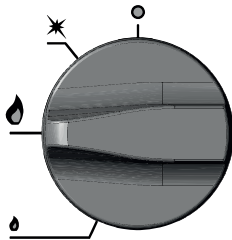
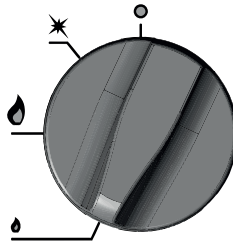

Bild 10. Einstellung des Drehknopfes bei der der Brenner mit voller Leistung funktioniert.
Bild 11. Einstellung des Drehknopfes bei der der Brenner mit minimaler Leistung funktioniert (etwa 1/3 der Maximalleistung)
- Den Drehknopf (mit einer Bewegung gegen den Uhrzeigersinn) in die Position Vollflamme drehen (Bild 10), damit der Hauptbrenner angezündet wird (dieser wird durch den Pilotbrenner angezündet). Als nächstes, den Drehknopf weiter in dieselbe Richtung drehen, wodurch man eine Sparflamme erhält (Bild 11). Der Hauptbrenner wird nicht angezündet, wenn der Pilotbrenner nicht brennt und nicht den Gasaustrittssensor aufwärmt. Im Falle einer momentanen Unterbrechung der Flamme wird der Gasaustrittssensor das Absperren des Gaszuflusses zu dem Brenner verursachen.